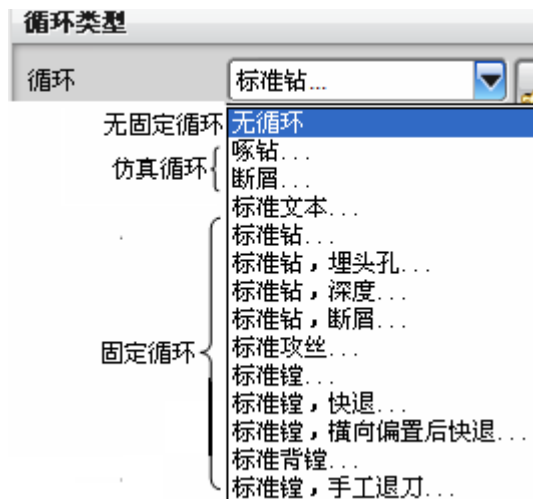

图 7-30
- 单击 REAMER_D10，单击 MB3 打开快捷菜单，选择内部粘贴 Paste Inside，完成操作复制，如图 7-30 所示。